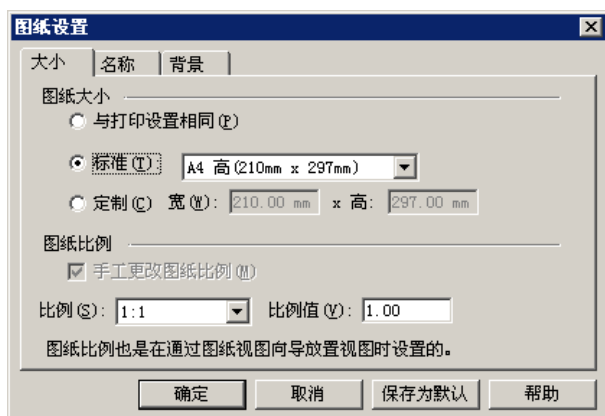

图 7.2.2 “图纸设置”对话框
(1) 选择下拉菜单  **新建(N)**  **GB 工程图** 使用默认模板创建新的工程图文档 命令，进入工程图环境。
(2) 设置图纸大小。选择下拉菜单  **图纸设置** 命令，此时系统弹出图 7.2.2 所示的“图纸设置”对话框；然后在 **大小** 选项卡 **图纸大小** 区域 **标准(T)** 下拉列表中选择 **A4 高(210mm x 297mm)** 选项。